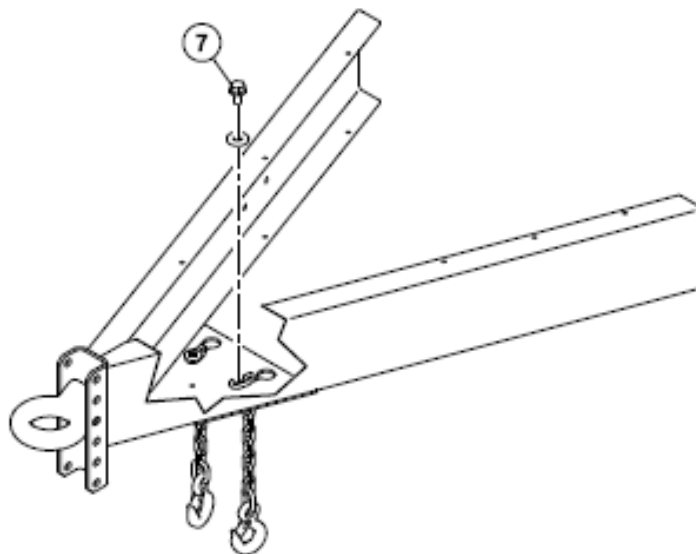

FIGURA 2: ACCESORIO DE CADENA DE SEGURIDAD
7. Instale las cadenas de seguridad deslizando el Segundo eslabón de una cadena dentro de la ranura en la placa de la barra de acarreo. Asegure la cadena a la placa usando los tornillos Taptite y las arandelas. Repita para la otra cadena de seguridad (Vea Figura 2)